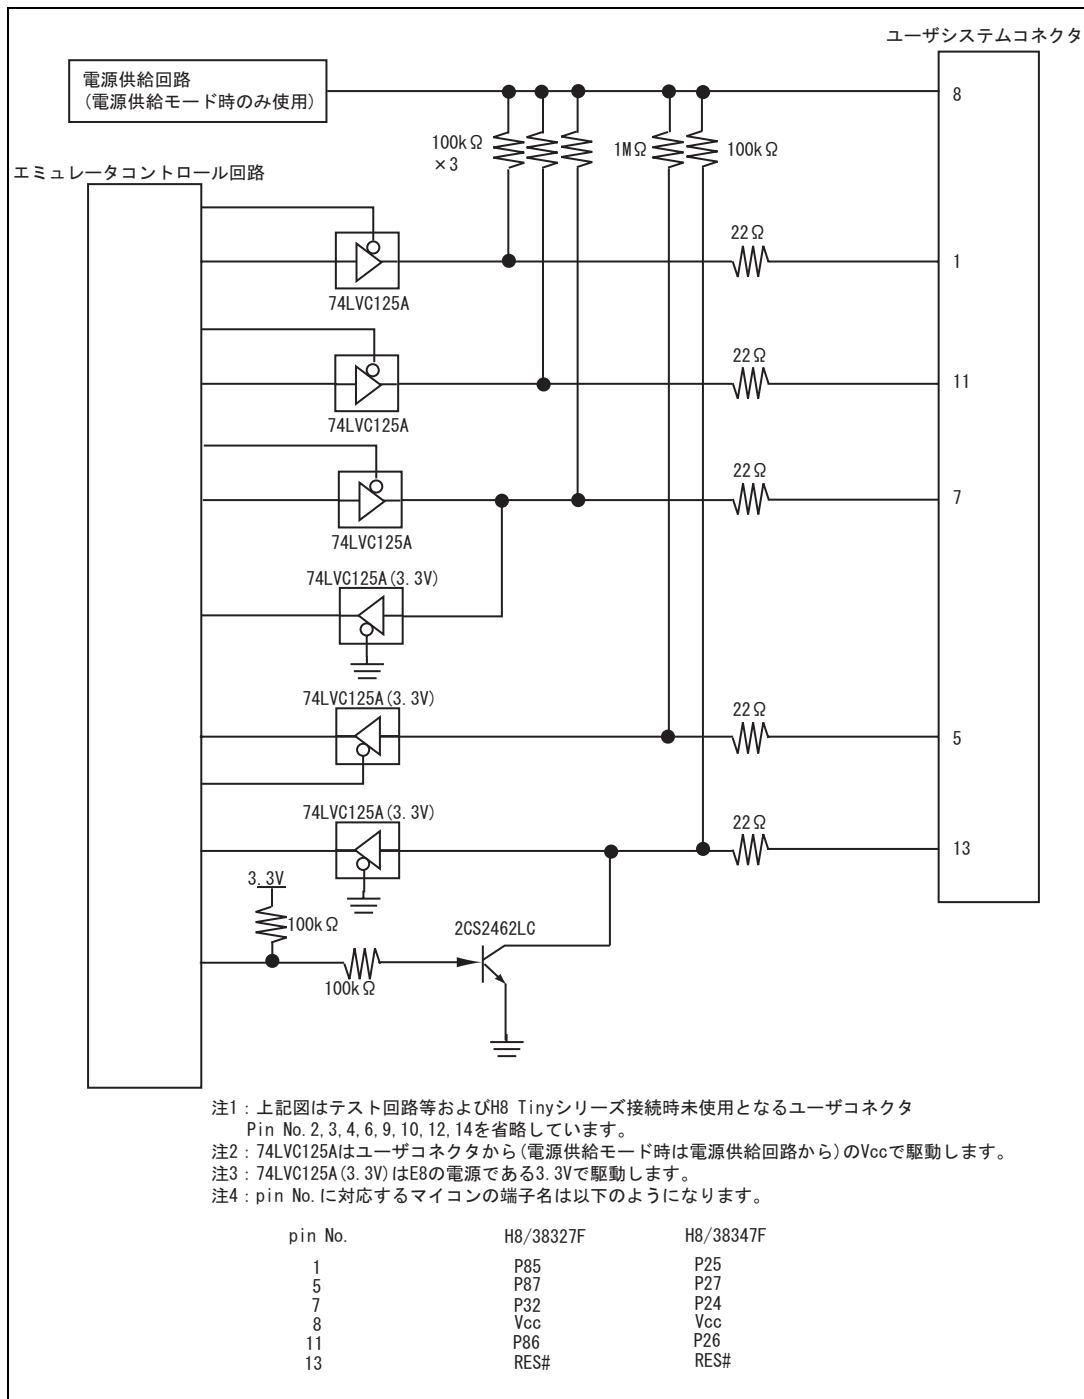
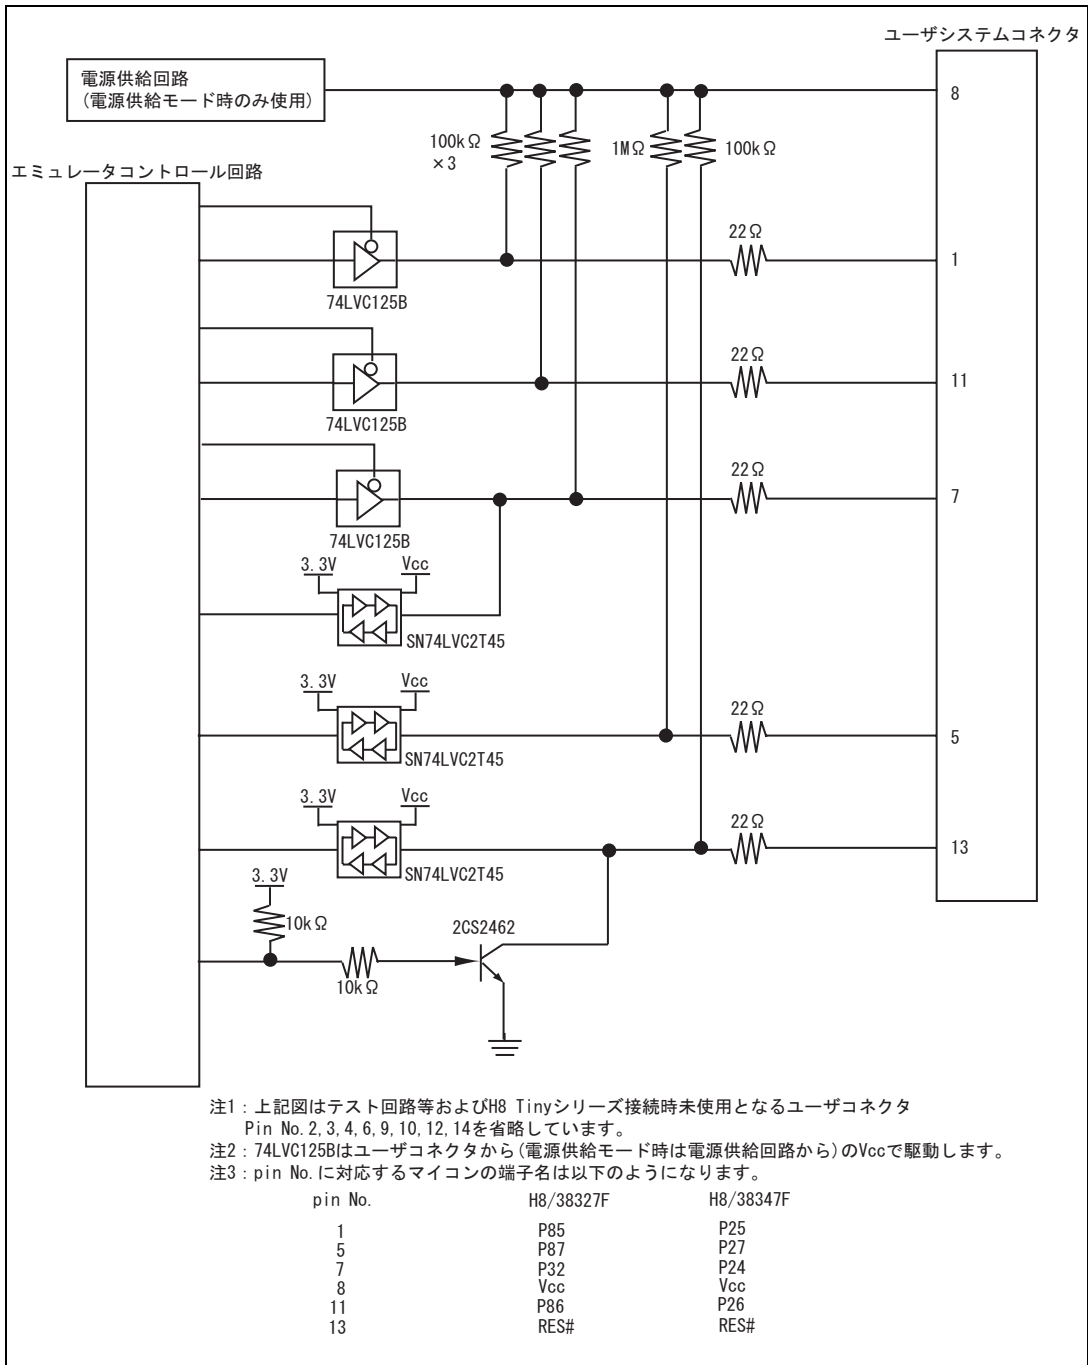

図 4.8 E8 エミュレータ内インタフェース回路 (参考)
図 4.9 E8a エミュレータ内インタフェース回路 (参考)
- 6 . 図4.8にE8エミュレータ内インタフェース回路を示します。図4.9にE8aエミュレータ内インタフェース回路を示します。プルアップ抵抗の値などを決定するときに参考にしてください。